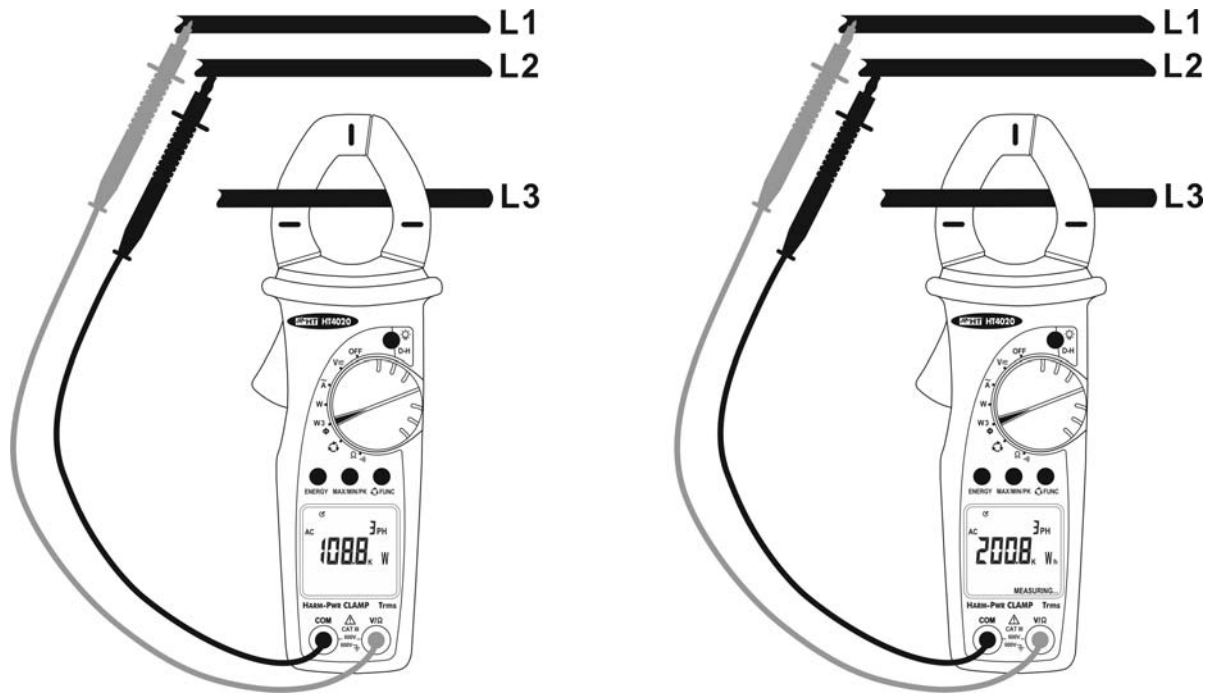

Abb. 12: Leistungs- und Energiemessung in 3 phasigen symmetrisch belasteten Systemen
2. Öffnen Sie die Zangenbacken und umschließen Sie damit die Phase L3. Achten Sie dabei auf die Ausrichtungsmarkierungen auf den Zangenbacken. (siehe § 4.1.2 und Abb. 12)
4. Verbinden Sie die rote Prüfspitze mit der Phase L1 und die schwarze Prüfspitze mit der Phase L2 (s. Abb. 12). Der gemessene Wirkleistungsfaktor und das Symbol **AC** werden auf dem Display angezeigt.